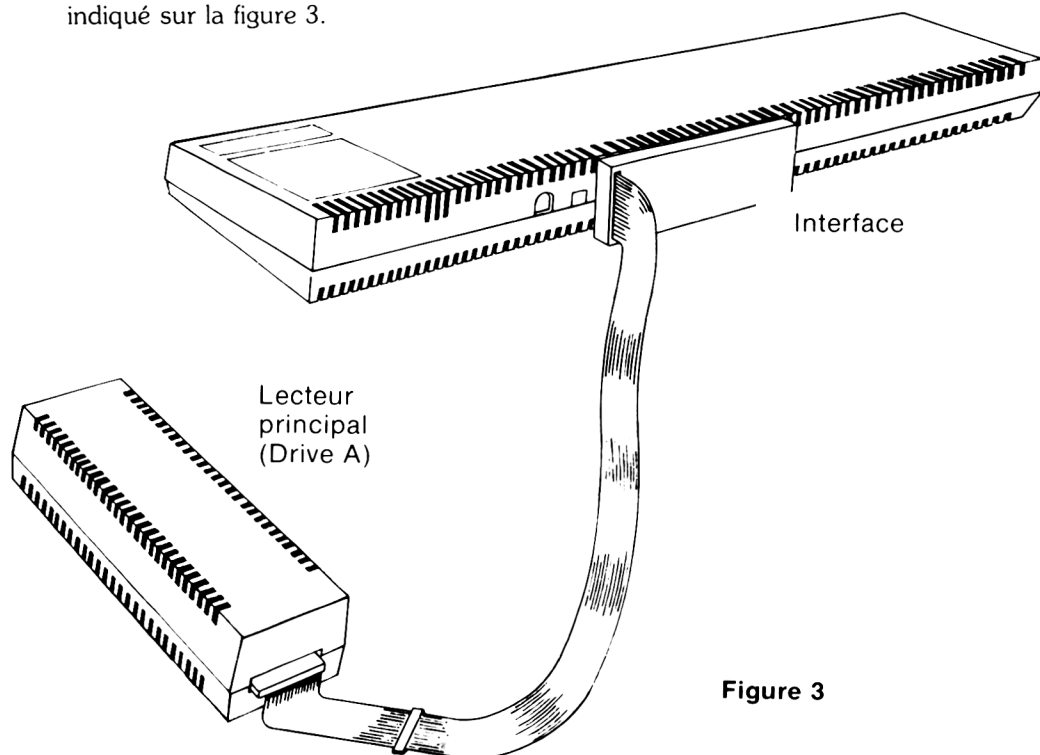

Figure 3
4. Si vous utilisez un seul drive, branchez l'unité de disquettes au micro-ordinateur comme indiqué sur la figure 3.